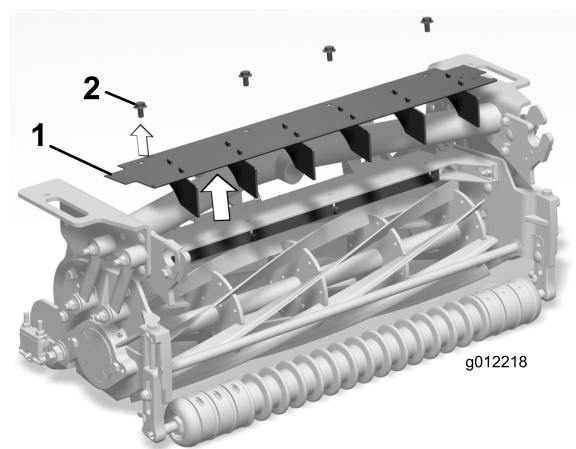

Figura 6
1. Retire los 4 pernos con arandela prensada que sujetan el deflector de hierba delantero y las palas al bastidor de la unidad de corte (Figura 6).